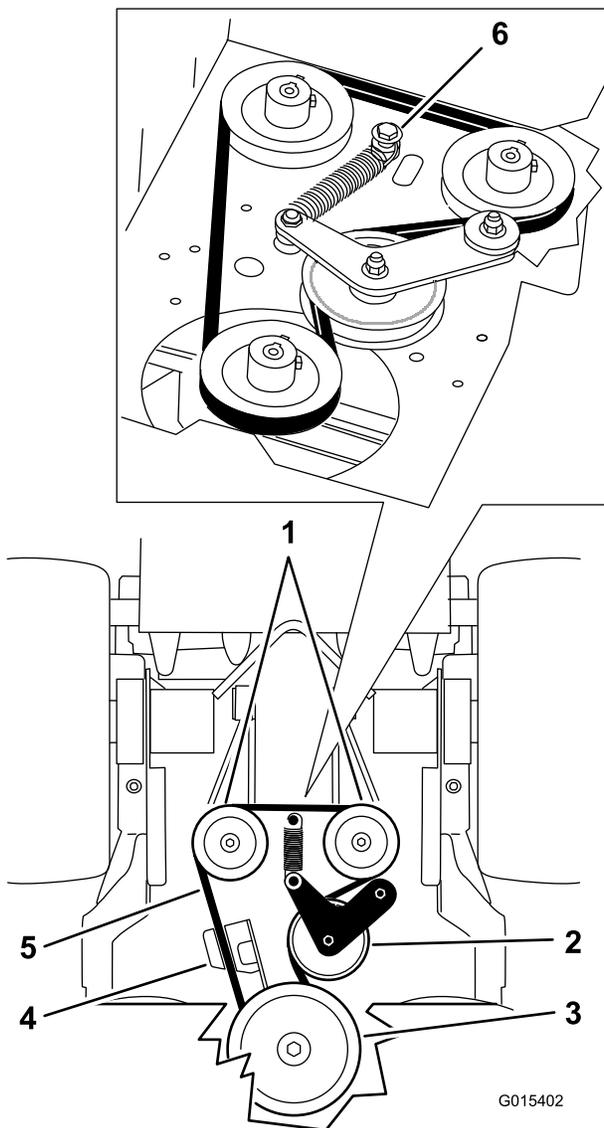

Bild 67
5. Entfernen Sie die Schulterpassschraube, Mutter und Scheibe, die am Motor und an der Feder angeschlossen sind (Bild 67).
6. Entfernen des Pumpen-Treibriemens (Bild 67).
8. Montieren Sie die Feder auf die Schulterpassschraube und Scheibe und befestigen Sie sie mit der Mutter am Motor (Bild 67).